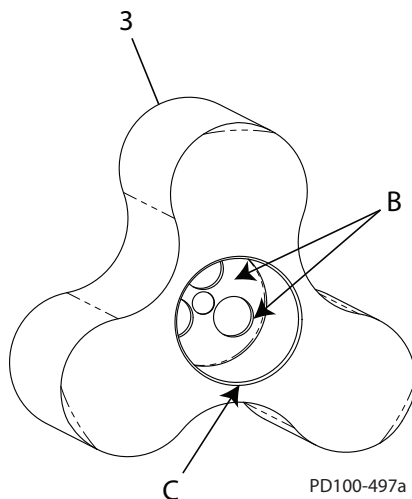

Abb. 55- Einzelheiten des Rotors
1. Die Wellenbohrung der Rotoren (Abb. 55, Einzelheit 3) muss sauber und frei von Graten und Fremdkörpern sein (Abb. 55, Einzelheit B). Die Fase an der Wellenbohrung des (Pos. C) muss gratfrei sein, um eine Beschädigung des O-Rings zu vermeiden.